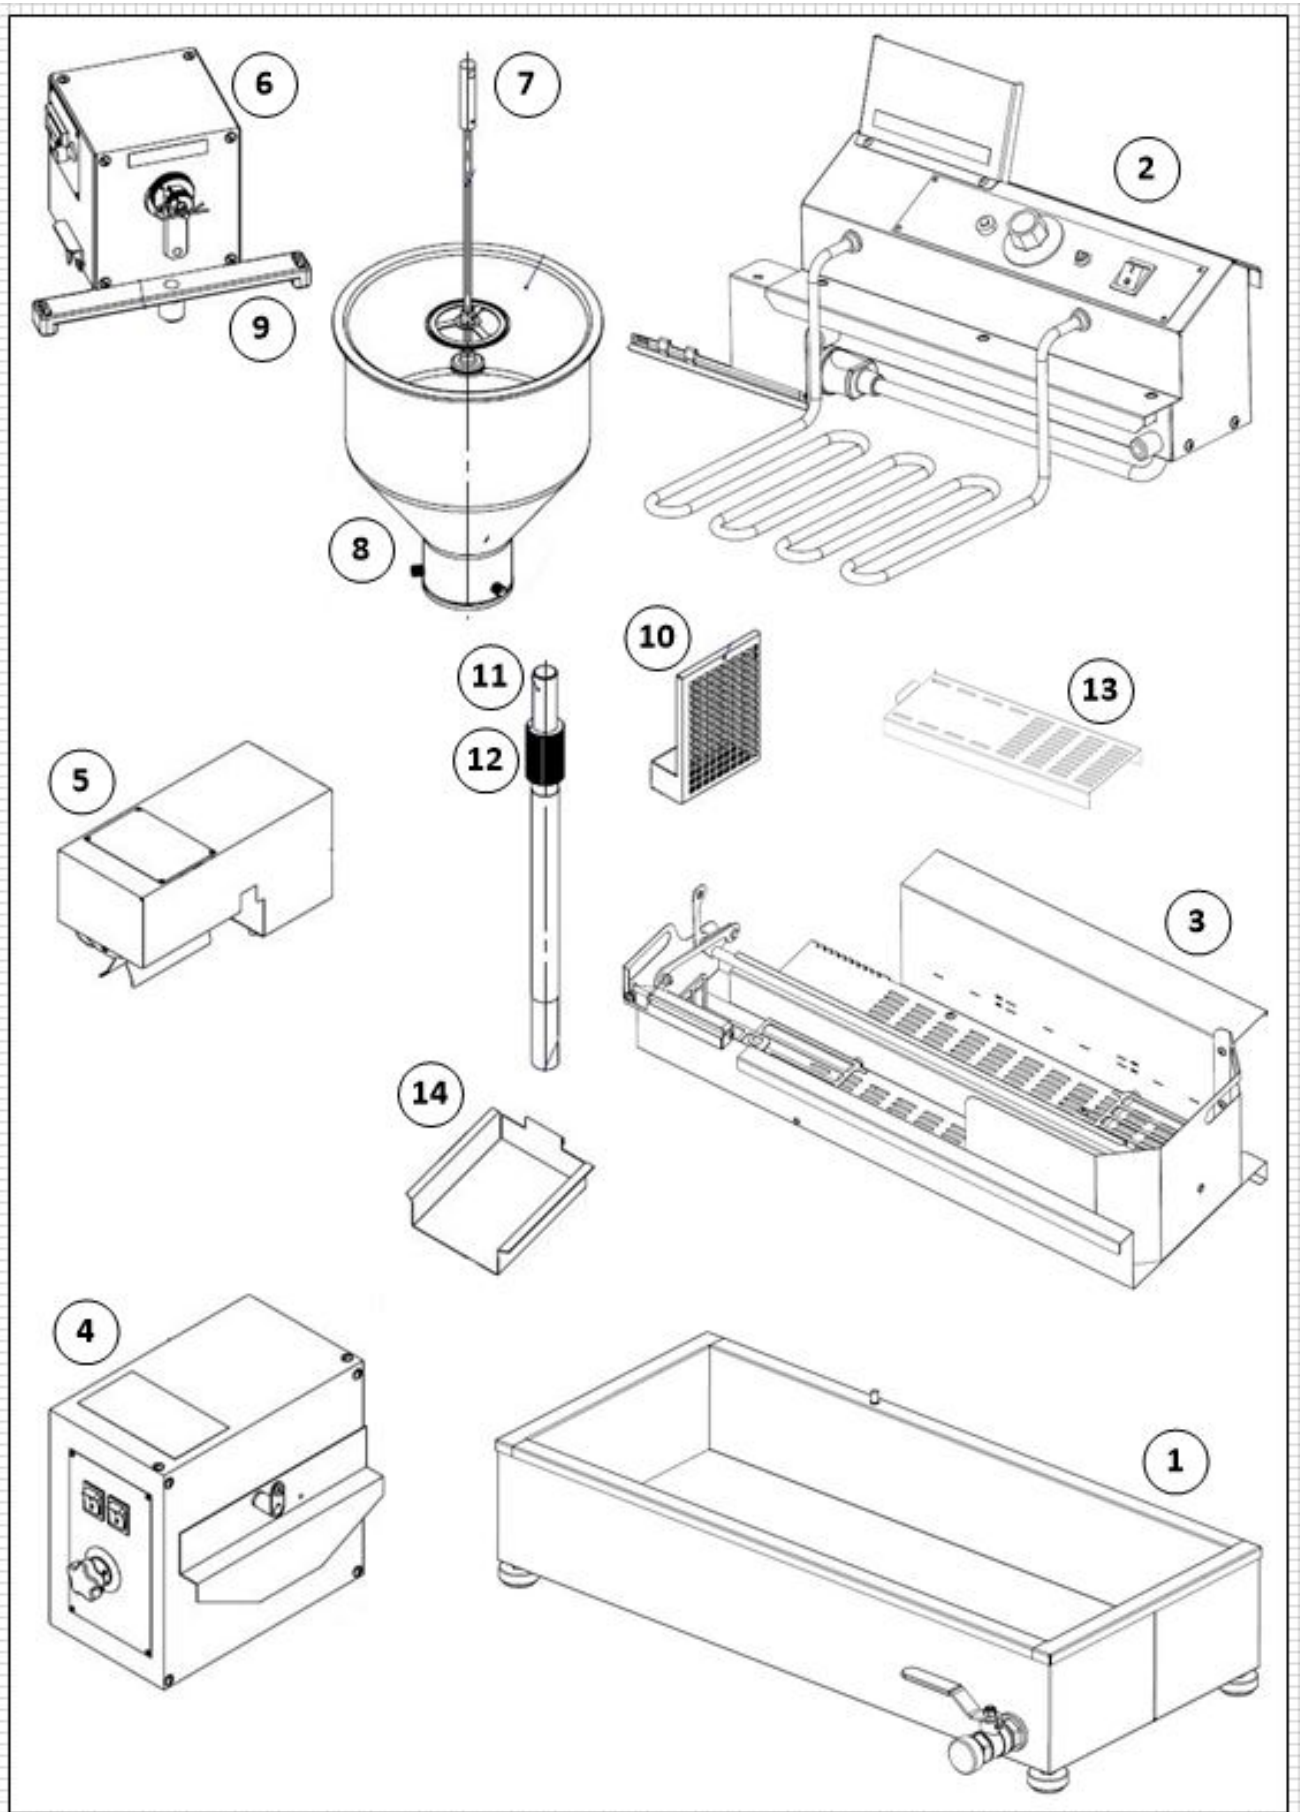

Рис.1 Узлы ПРФ-11/240
Автоматическое формирование пончиковых заготовок осуществляет дозатор, состоящий из бункера для теста (8) (рис.1), электромеханического блока привода дозатора (6) и поршня (7), который выдавливает из бункера тестовую заготовку в форме пончика в жарочный бак (1). Массу пончика можно регулировать механизмом регулировки массы, который находится на выходном валу блока привода дозатора.